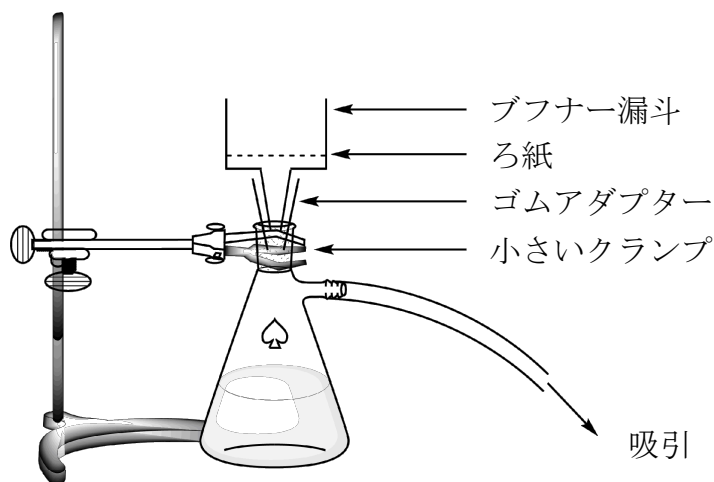

図2. 吸引ろ過装置の組み立て
7. ブフナー漏斗，ろ紙，そして吸引瓶を用いて吸引ろ過装置を組み立てる（図2を見よ）。吸引ろ過装置は倒れないように小さいクランプでスタンドに固定する。「HELP」の札を掲げなさい。吸引ろ過装置を減圧装置にどのようにつなぐかを，実験監督者が指示する。